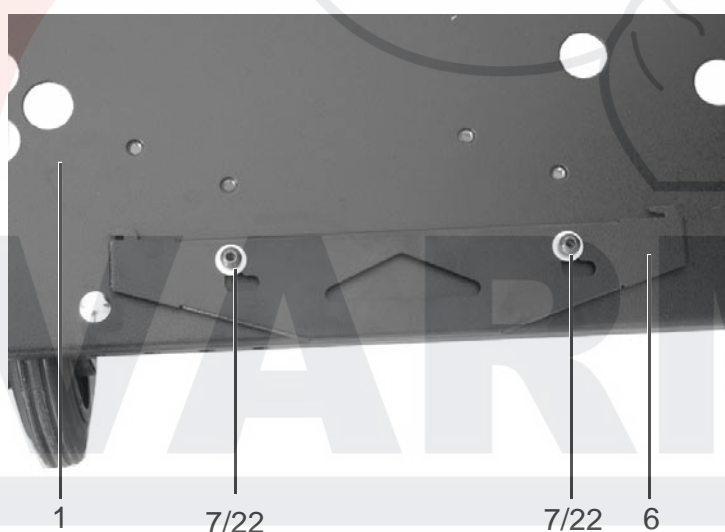

Рис. 3/10
- Крепежные листы для аппарата (6) прикрутить винтами с внутренним шестигранником М8х30 (7) с подкладными шайбами М8 (22) к нижней панели. (см. также рис. 3/1).